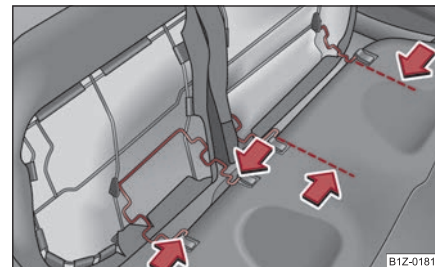

Fig. 85 Demontarea scaunelor din spate
- Apăsăți mânerul de sârmă în sensul săgeții ⇒ fig. 85 și scoateți bancheta din suport.